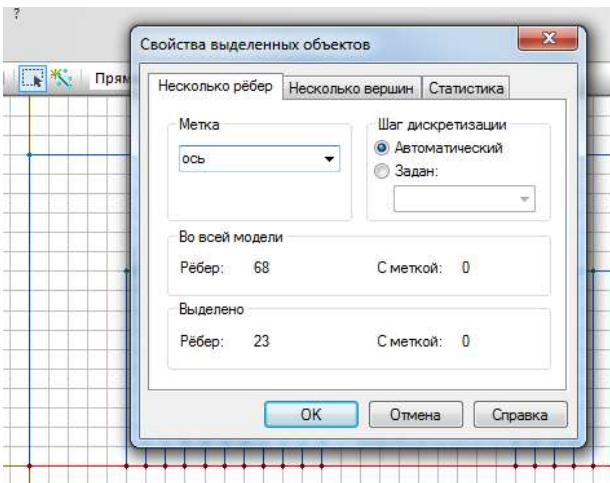

Рисунок 2.17 – Виділення ребра «ось» і завдання йому мітки
- Підвести курсор до виділеного ребра і натиснути правою кнопкою миші. У вікні **Свойства выделенных объектов** ввести мітку «ось» (рис. 2.17).